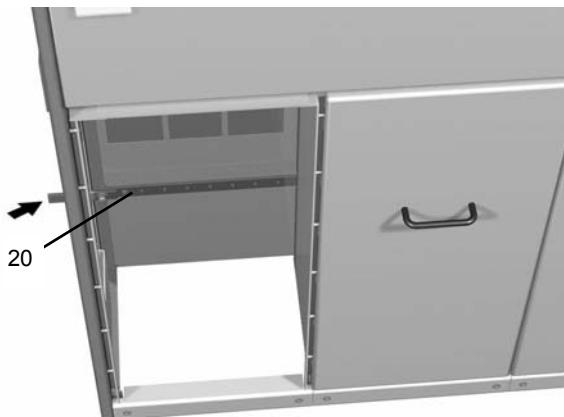

Рисунок 4-11: Шина заземления в кабельном отсеке
- Подключите клемму резервной линии заземления к шине заземления в кабельном отсеке; (см Рисунок 4-11);